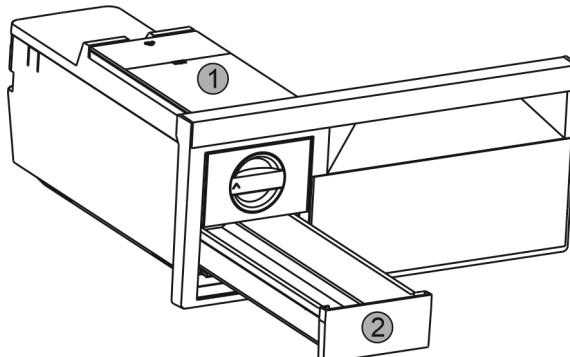

Fig. 38
- Odoberte nádržku na vodu Fig. 38 (1) a zásuvku na kocky ľadu Fig. 38 (2).